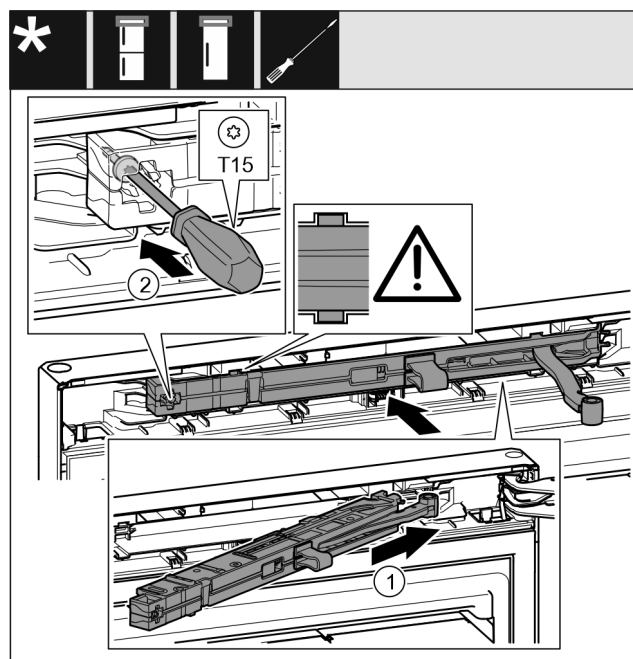

Fig. 24
- ▶ Pe partea suportului de lagăr împingeți înclinat unitatea amortizorului de închidere până la opritor în degajare. Fig. 24 (1)
- ▶ Înșurubați ferm șurubul cu o șurubelniță T15. Fig. 24 (2)